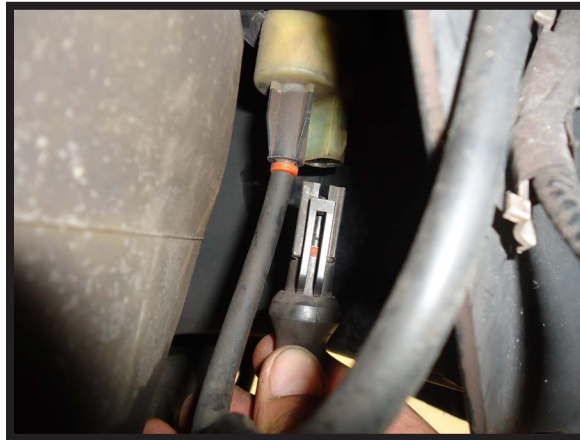

FIGURE 10-2
4. UNPLUG THE ELECTRICAL CONNECTOR FROM THE AIR SPRING'S SOLENOID. (FIGURE 10-2)